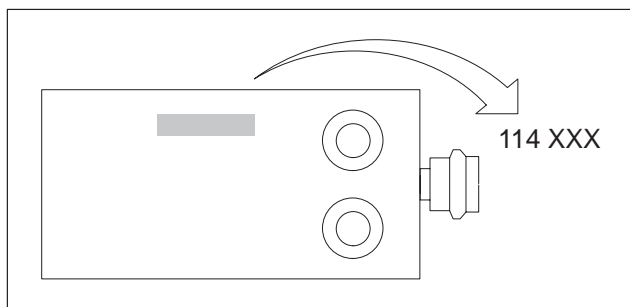
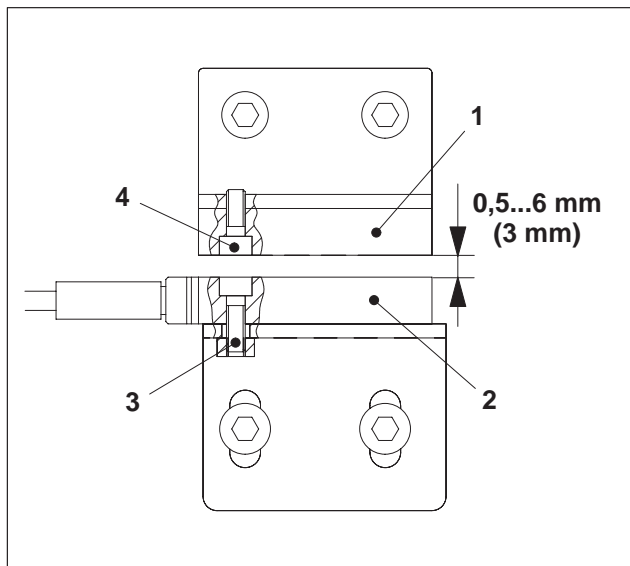

Abb. 7 Gehäusetyp "114"
Abb. 9 Eingebauter Reed-Kontakt-Schalter Typ 114
Der Schalter besteht aus dem Sensor (Abb. 9/2) und dem Betätigungsmagneten (Abb. 9/1). Nur Sensoren mit dem Gehäusetyp "114" (Abb. 7) verwenden.
Bei geschlossenem Schutz muss der Abstand zwischen dem Sensor und dem Betätigungsmagneten **0,5...6 mm**, im **Idealfall 3 mm** (Abb. 9) betragen.
- 1 Vorhandenen Sensor (Abb. 9/2) ausbauen.
- 2 Die Zylinderschrauben (Abb. 9/3) für den neuen Schalter mit dem Schraubensicherungsmittel SN604-S1 benetzen.
- 1 Vorhandenen Betätigungsmagneten (Abb. 9/1) ausbauen.
- 2 Die Zylinderschrauben (Abb. 9/4) für den neuen Betätigungsmagneten mit dem Schraubensicherungsmittel SN604-S1 benetzen.